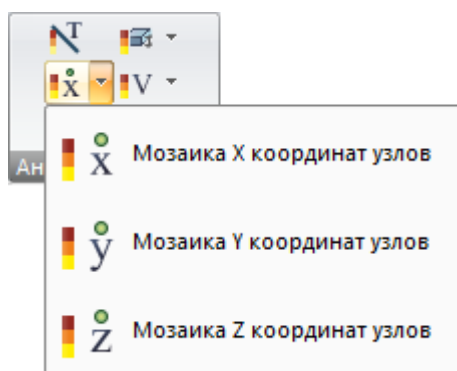

Рис. 59. Раскрывающийся список **Мозаика координат узлов**
**Геометрические характеристики узлов** (рис. 59) – раскрывающийся список с заменой. Просмотр мозаик координат узлов расчетной схемы в глобальной системе координат: